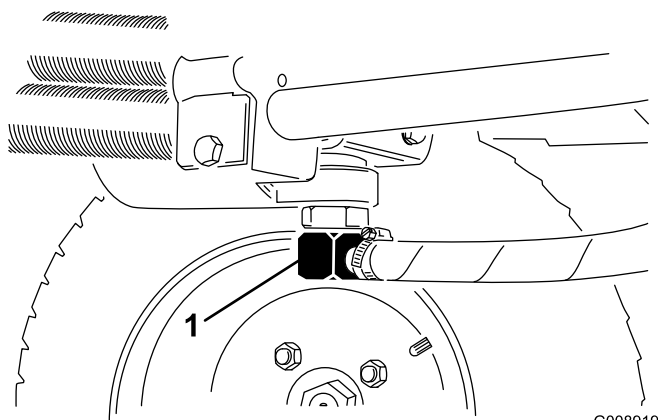
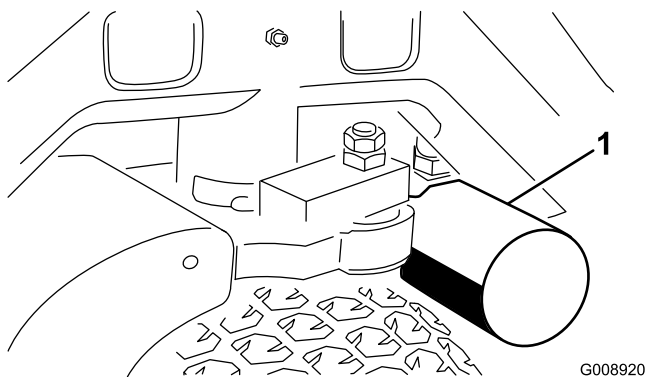

Figura 69
Figura 70
2. Scollegate il tubo idraulico (Figura 69) o togliete il filtro idraulico (Figura 70) e lasciate defluire il fluido idraulico in una bacinella.
4. Collocate una bacinella di spurgo sotto il filtro (Figura 70), e togliete il filtro.